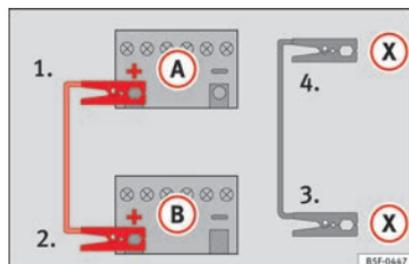

Fig. 70 Esquema de ligação para veículos com sistema Start-Stop.
- Em veículos com sistema Start-Stop:* ligar uma extremidade do cabo *preto* de emergência **(X)** a um terminal de massa adequado, a uma peça de metal maciça que esteja aparafusada ao bloco do motor, ou ao próprio bloco do motor » **Fig. 70**.